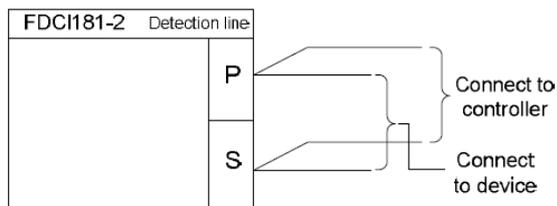

Fig. 5
- Conecte os cabos aos terminais de acordo com a Fig. 5/6.